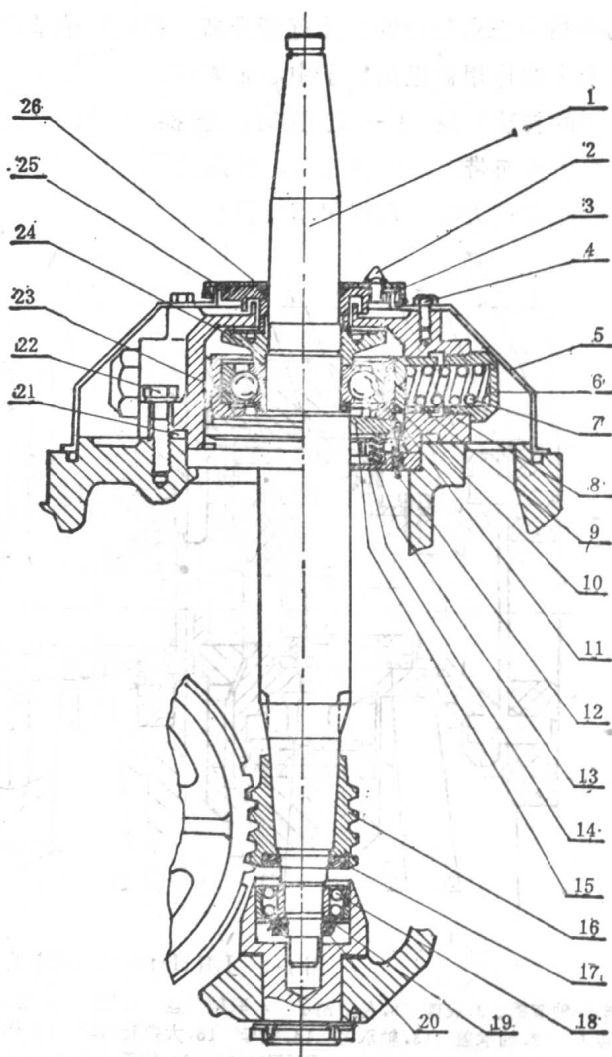

图1-7 LRH410-77A型胶乳分离机立轴装置
2. 支承器 支承器（图1-7）由十二条轴向均布的小弹簧13、弹簧盖15和弹簧座14等零件构造。上轴承装在支承器上，上轴承承受的载荷通过它传给机座。支承器主要用于吸收和减小转鼓高速旋转时产生的轴向振动。
3. 下轴承 下轴承（图1-7）。采用双列向心球轴承，瑞典型号为SKF 2305，可用国产A1605代换。它许可立轴有微小的偏差，便以立轴“自动对中”。